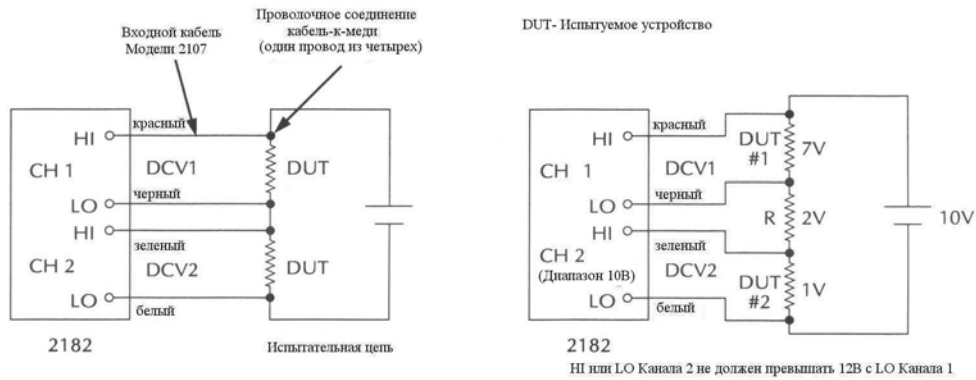

Рисунок 2-5
**Соединения при двухканальном измерении**—Двухканальный вариант измерения Модели 2182 позволяет проводить сравнительные измерения на испытуемой цепи. Рисунок 2-5А показывает типичные соединения при выполнении сравнительных измерений на двух устройствах в измерительной цепи. Для этой измерительной конфигурации нет разностного напряжения между двумя измерительными каналами. Вход HI Канала 2 соединен непосредственно с входом LO Канала 1.
На Рисунок 2-5В показана измерительная конфигурация, которая имеет разностное напряжение между двумя каналами. Разность составляет 2 В, падающих на сопротивлении R. Канал 1 измеряет напряжение на испытуемом устройстве №1, а Канал 2 измеряет напряжение на испытуемом устройстве №2. Внутри, АЦП привязывает измерение Канала 2 к входу LO Канала 1. Например, если 1 В подается на Канал 2, и имеется разностное напряжение 2В между двумя каналами, то на АЦП подается 3В. Поэтому, если Канал 2 находится в диапазоне 1 В, то 3 В, подаваемые на АЦП, будут вызывать его переполнение. Измерения 1 В на Канале 2 может осуществляться только в 10 В диапазоне.
Следует также отметить, что разностное напряжение на каналах уменьшает максимальную измерительную возможность Канала 2. Обычно Канал 2 может измерять до 12В, однако разность 2В уменьшает максимальную измерительную возможность Канала 2 до 10 В. На Рисунок 2-5А входной сигнал больше 10В на Канале 2 создаст условие его переполнения.